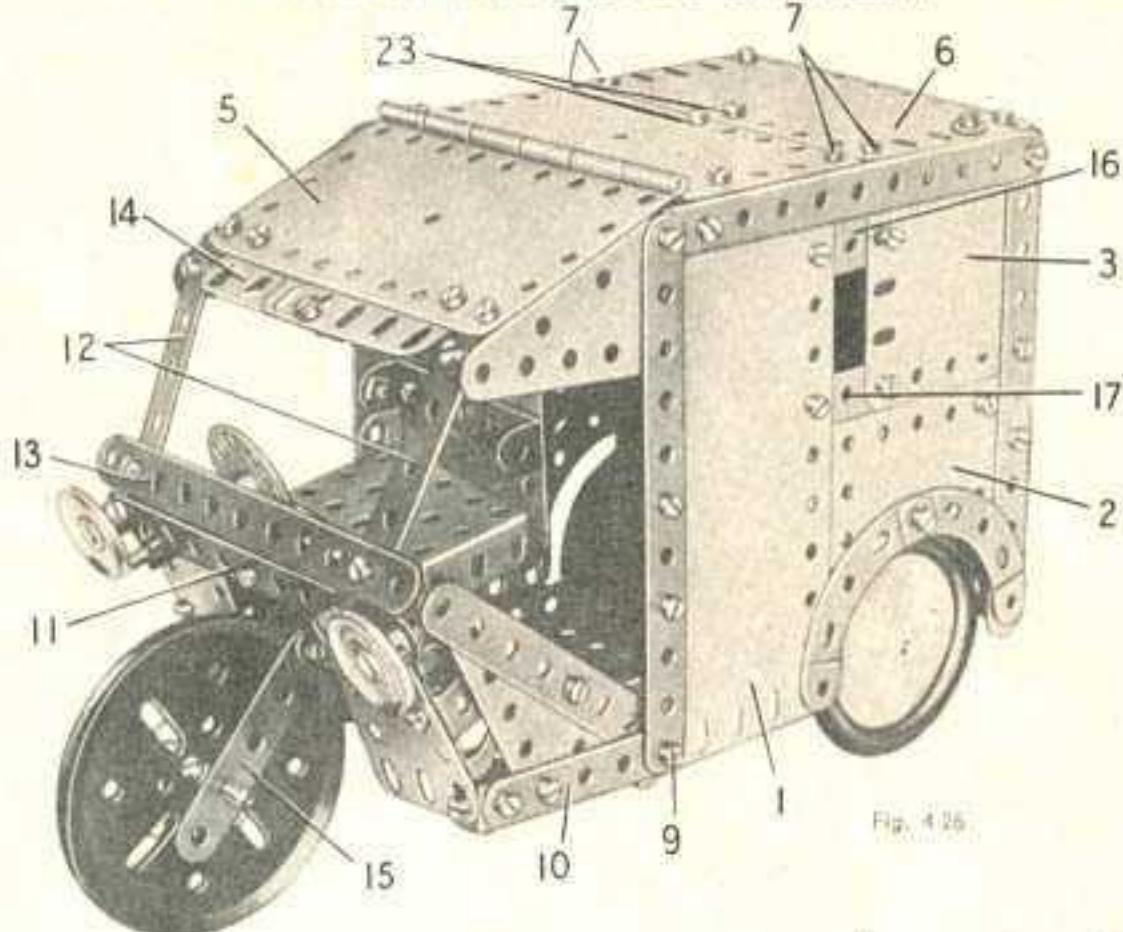
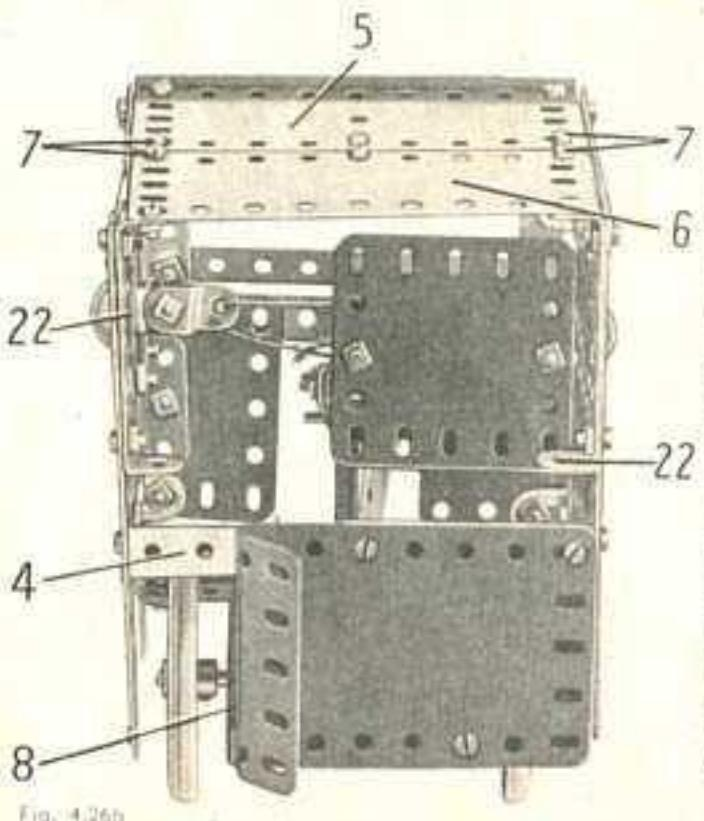

Fig. 4.26
Fig. 4.26b
Le côté qui apparaît sur la fig. 4.26 est constitué par une plaque flexible de 14×6 cm. (1), une plaque flexible de 14×4 cm. (2), et une plaque flexible de 6×6 cm. (3). Une bande de 5 trous (16) et une embase triangulaire (17) accordent la fenêtre ménagée entre les plaques. L'autre côté est constitué par une plaque flexible de 14×6 cm. et une de 14×4 cm. placées bord à bord, et par une plaque flexible de 6×6 cm. située à l'angle inférieur avant. L'arrière est fixé sur un des côtés par une bande coulée de 60×12 mm. et sur l'autre par une bande coulée de 38×12 mm. (4). La plaque flexible est en partie repliée sur la figure 4.26b. Le toit est constitué par une plaque à charnières (5) et par une plaque flexible de $11,5 \times 6$ cm. (6) fixées sur les côtés par des équerres et des bandes coulées de 60×12 mm. (22). Ces plaques sont réunies entre elles d'un côté par une bande coulée de 60×12 mm. de l'autre par un support plat et au centre par un disque de 35 mm. placé sous le toit. La bande coulée et le support plat sont tenus par les boulons (7). Le disque par les boulons (23). Le plancher est constitué par une plaque à rebords de 19×6 cm. (8) fixée au bord